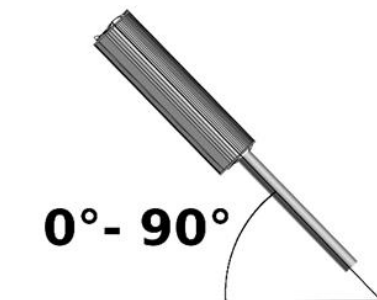

Рис. 3
6.1 Угол установки светильника к горизонту должен быть от 0° до 90° (Рис.3).